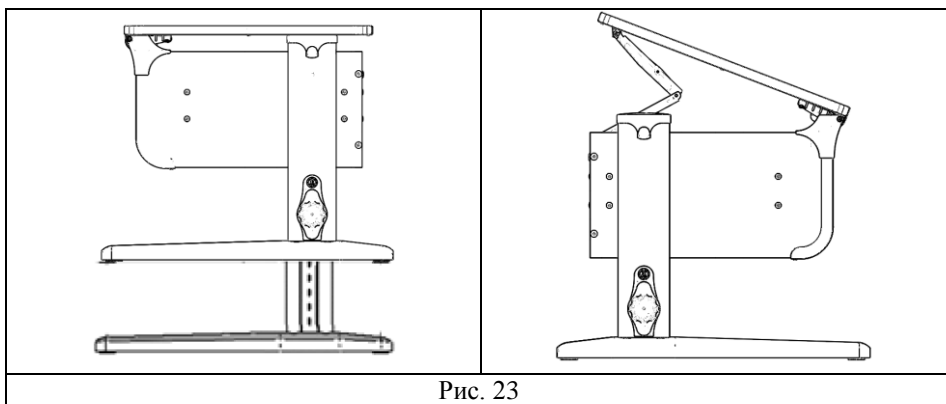

Рис. 23
7.2. Для удобства эксплуатации потребителями различных возрастных групп стол имеет возможность ступенчатой регулировки столешницы по высоте и углу наклона см. рис. 23.